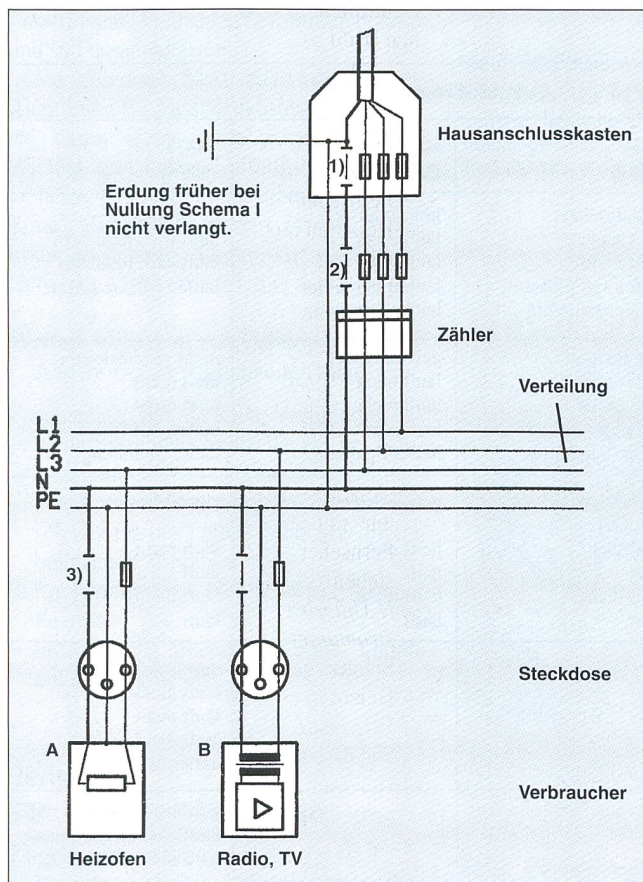

Bild 2 Installation TN-S (früher Nullung Schema I)
Diese Installationsart ist heute vorgeschrieben für Querschnitte < 10 mm2. Der Neutralleiter (N) und der Schutzleiter (PE) sind vor dem Anschlussüberstromunterbrecher verbunden und geerdet. Bei diesem Installationssystem wird der Schutzleiter und der Neutralleiter getrennt geführt. Die verschiedenen Unterbruchmöglichkeiten des Neutralleiters ergeben folgende Situationen (Bild 2):
L'interruption du neutre dans une installation électrique intervient certes très rarement. Mais si elle a lieu on court le risque que de tels défauts génèrent des surtensions, qui peuvent détruire des appareils électroniques (voir tableau I). Dans l'ancien schéma III (figure 1) et dans les installations mixtes (TN-C-S) (figure 4), outre des surtensions on peut avoir aussi des tensions de contact dangereuses. Selon le lieu de l'interruption, des tensions dangereuses peuvent se présenter aussi sur des boîtiers métalliques intacts sans que l'appareil concerné soit lui même enclenché. Il suffit qu'un quelconque poste consommateur dans l'installation soit en service (p.ex. luminaire). Dans une installation normale, il n'y a aucune possibilité de couper automatiquement ce défaut. Un disjoncteur de protection à courant de défaut 30 mA ne coupe qu'en contact avec un boîtier sous tension et évite ainsi des dommages aux personnes. Par contre dans les installations TN-S (figure 2) et celles avec protection par mise à la terre (figure 3) il n'y a aucun danger de dommages aux personnes.